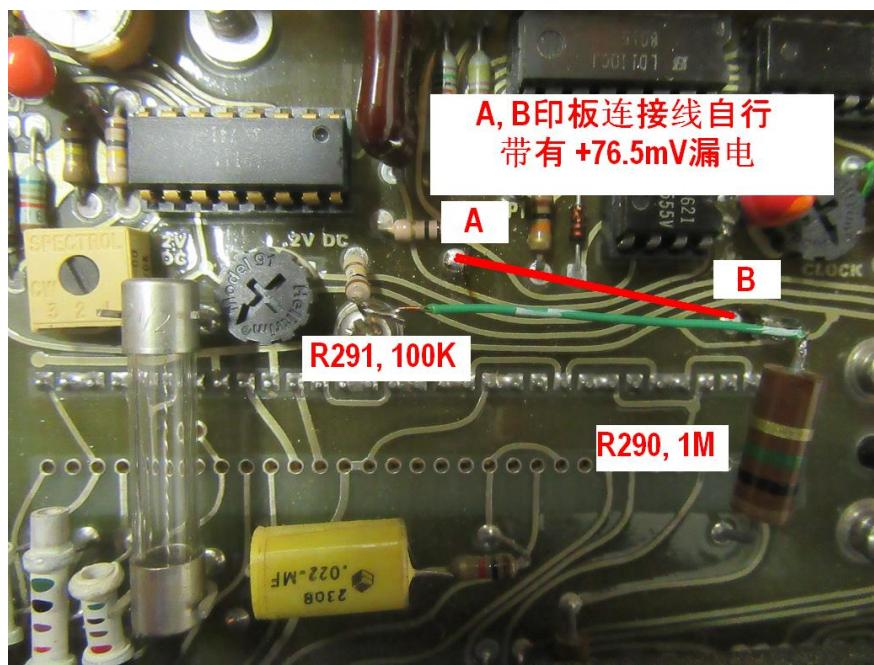

图 6. 跳过印板连线, 用绿色外接电线直接连通 R290, R291
- 4) 解决故障: 跳过印板连线,用绿色外接电线直接连通 R290, R291. 见图 6. 至此 DM-502 修理完毕.